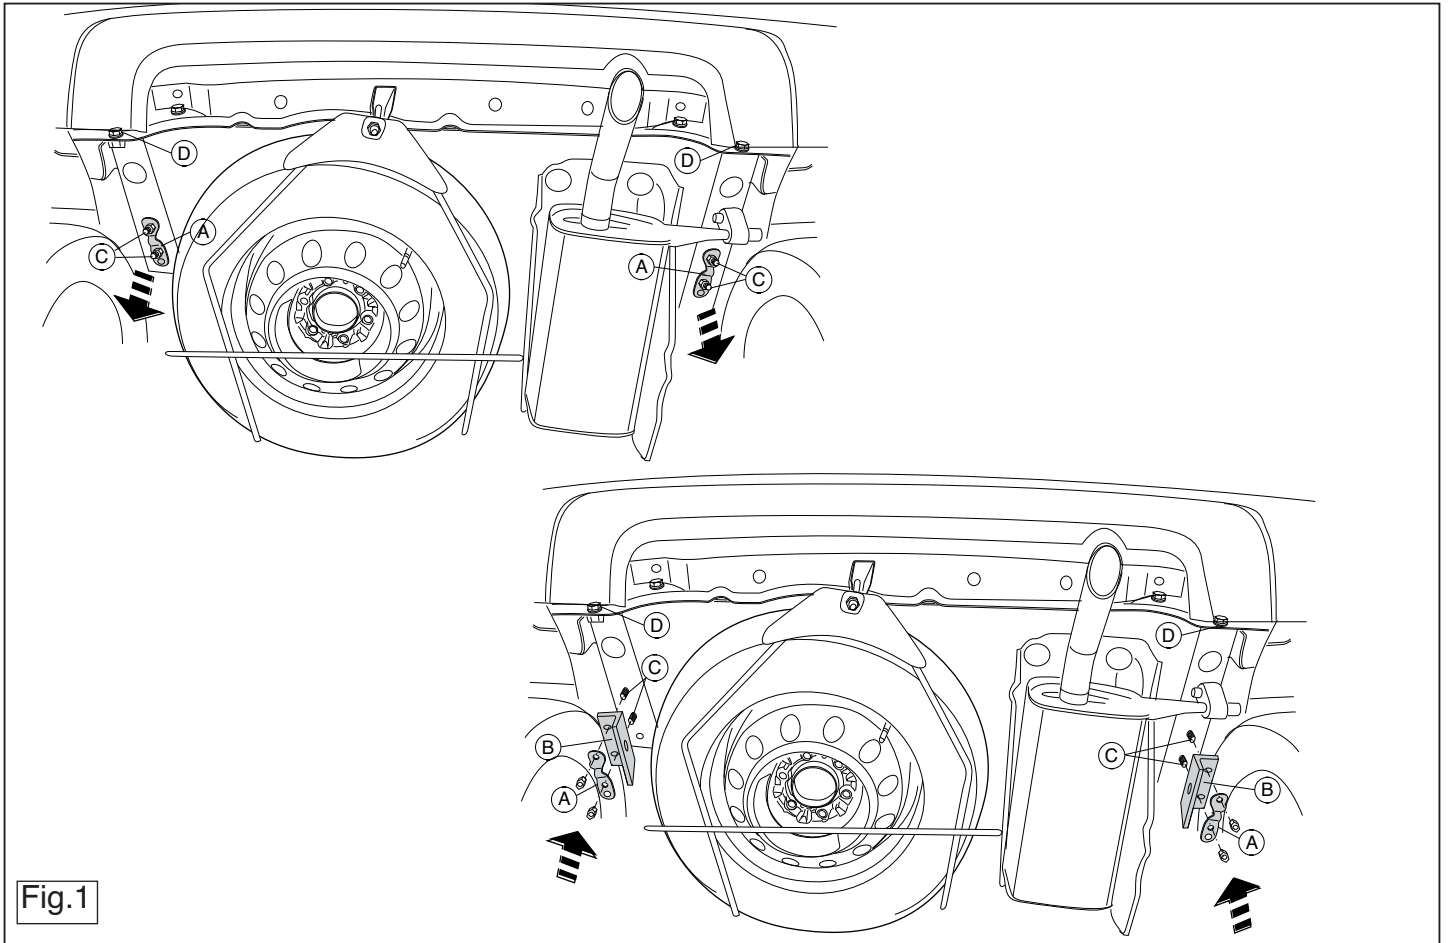

Fig.1
- Снять если имеется кронштейны А слева и справа. См. рисунок 1.
материал не до конца. См. рисунок 1.